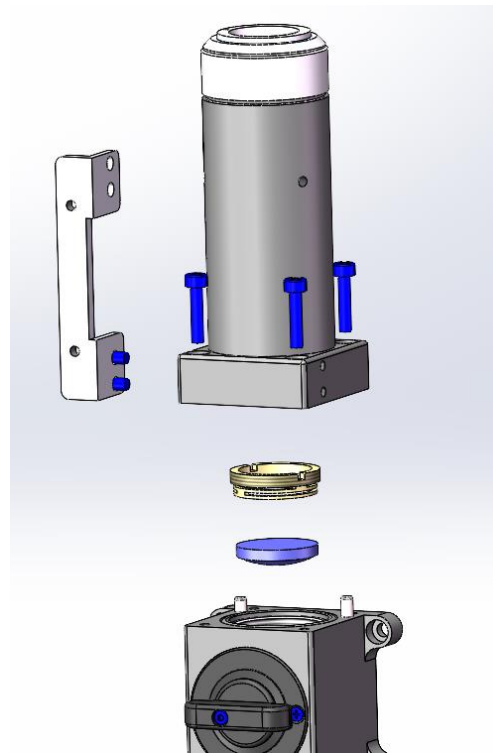

图 13 A50M-F50-F100
- (1) 拆下激光头，移至洁净场所，清理干净激光头表面所有灰尘；
- (2) 用2.5mm 的内六角扳手拧开准直组件的锁紧螺钉（如图13 所示），与准直组件连接的部分用美纹纸封好，防止灰尘调入；
- (3) 用取出准直镜盒，用拆镜工具取下弹簧压圈和准直镜；
- (4) 清洁或更换准直镜片；